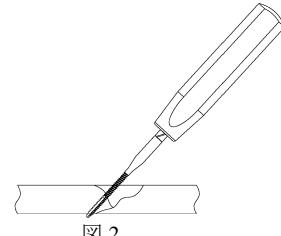

図 2
- 2) 骨質が硬い場合は、2.7 ロッキングスクリュー用タップ（グリップ型）でプレタップを行います。（図 2）